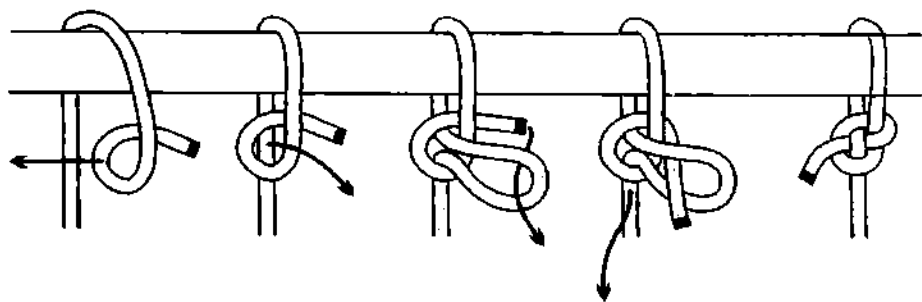
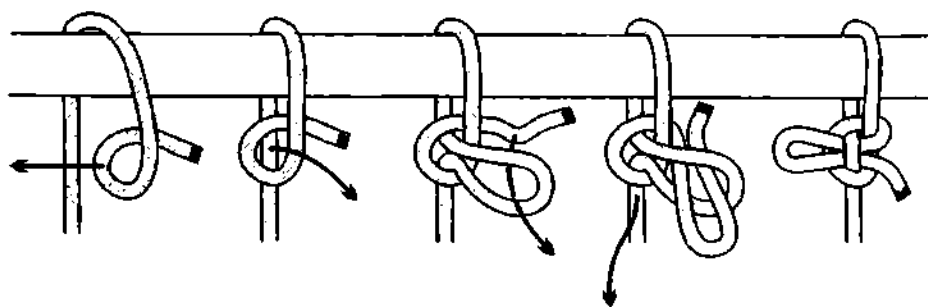

Рис. 555. Сваечная петля.
Рис. 556. Быстроразвязывающаяся сваечная петля.
*Затягивающийся обратный штык* – это *сваечный узел* с петлёй. Если ходовой конец, завязывая *сваечный узел*, пропустить вокруг коренного конца иначе, то получится надёжная *быстроразвязывающаяся сваечная петля* (рис. 555).
Если обыкновенный *сваечный узел* завязать на коренном конце, сформировав петлю, получится неплохой узел для временного привязывания троса к опоре – *сваечная петля* (рис. 555). Для быстрого развязывания *сваечную петлю* можно связать с петелькой (рис. 556). Если узел вывернуть, как показано на рисунке 557, то узел принимает форму *шкотового узла*. *Быстроразвязывающаяся сваечная петля* – отличнейший временный узел, который можно вязать во многих ситуациях. Моряки этим узлом часто учаливают небольшие лодки в местах с высокими приливами и отливами – узел затягивается, но рабочая петля